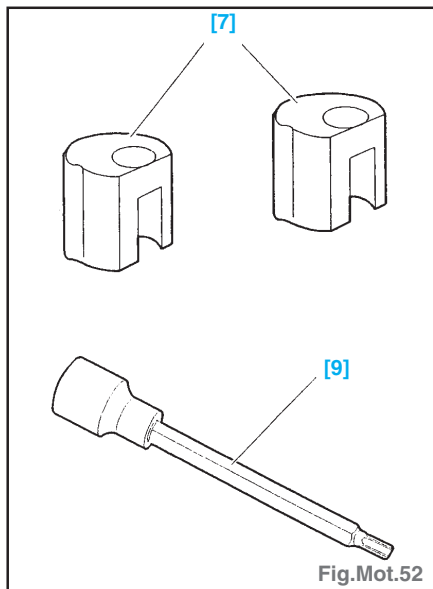

Fig.Mot.52
- Outils nécessaires (Fig.Mot.52) :